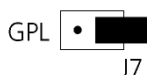
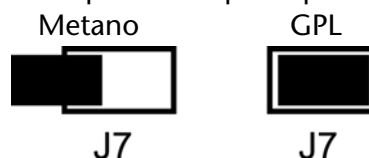

Fig. 12
Fig. 14
- Selezionare sulla scheda di modulazione il tipo di gas spostando il jumper J7 (Fig. 14 pag. 20)
- Sulla scheda di modulazione spostare il ponticello 1 del jumper J18 (Fig. 12) so in modo da abilitare la variazione dei parametri e regolare la pressione di accensione.
In Fig. 12 vengono evidenziate le posizioni dei jumper interessati.
Per impostare la potenza di accensione della caldaia (Pacc) e la potenza massima (Pmax) occorre abilitare la modifica dei parametri tramite il jumper n°1 della serie J18 (vedi Fig. 12). A tal fine posizionare il jumper come in Fig. 13 il display inizierà a lampeggiare.
Il jumper J7 (vedi Fig. 12) seleziona il tipo di gas (metano o G.P.L.) per il quale la caldaia è predisposta. In Fig. 14 sono mostrate le posizioni corrette per le due predisposizioni.
Attraverso il ponticello "2" del jumper "J18" (Fig. 12) è possibile attivare il riscaldamento temporizzato, tale modalità permette di limitare il fenomeno delle frequenti accensioni che può verificarsi se l'acqua circola a bassa velocità, oppure se l'impianto è molto piccolo.